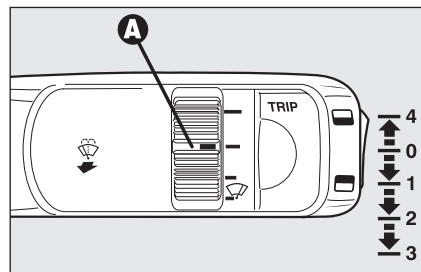

fig. 54
La palanca derecha **fig. 54** dirige el funcionamiento del limpia y lavaparabrisas.
El sensor de lluvia se activa poniendo la palanca derecha en la posición **1-fig. 54** y tiene un campo de regulación que varía progresivamente desde limpiaparabrisas en la posición de reposo (ningún movimiento de limpieza) cuando el cristal está seco hasta limpiaparabrisas a la segunda velocidad (funcionamiento continuo medio) en caso de lluvia torrencial.
Girando el casquillo **A-fig. 54** es posible aumentar la sensibilidad del sensor de lluvia, obteniendo una variación más rápida del limpiaparabrisas en reposo (ningún movimiento) con el cristal seco hasta limpiaparabrisas en primera velocidad (funcionamiento continuo lento). La acción se confirma con un solo movimiento de limpieza del limpiaparabrisas.
Al accionar el lavaparabrisas con el sensor de lluvia activado (palanca en posición **1-fig. 54**) se lleva a cabo el ciclo normal de lavado, al final de éste, el sensor de lluvia vuelve a su funcionamiento automático normal.
Al sacar la llave electrónica del conmutador de arranque, el sensor de lluvia se desactiva y al siguiente arranque, no se vuelve activar aunque la palanca haya quedado en la posición **1-fig. 54**. En este caso para activar el sensor de lluvia hay que mover la palanca a la posición **0** ó **2** y luego, nuevamente a la posición **1**.
**ADVERTENCIA** En caso de que el sensor de lluvia esté averiado, el limpiaparabrisas con la palanca derecha en la posición **1-fig. 54** funciona en modo intermitente. Si se avería el sensor durante el funcionamiento automático, el sistema mantiene el último estado de activación del limpiaparabrisas. De todas formas continúa funcionando incluso si mueve la palanca a otras posiciones.